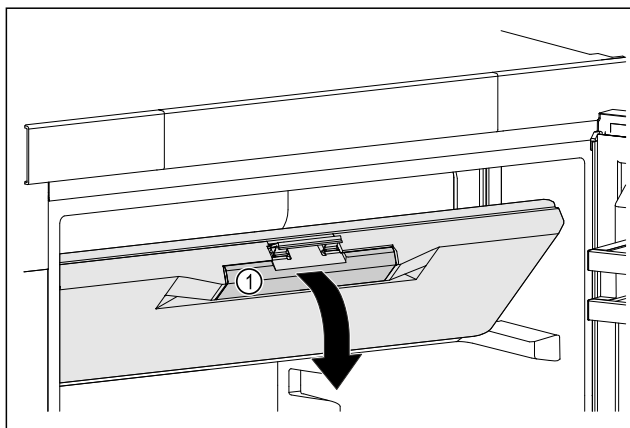

Fig. 43
- ▶ Primite vrata zamrzovalnega predala za vgrajen ročaj Fig. 43 (1).